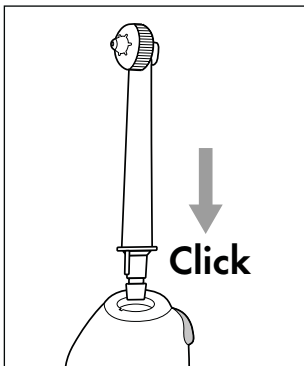

Fig. 2
- ◆ Sæt et børstehoved **2** på håndstykket **4**. Tryk børstehovedet **2** ind i åbningen, indtil du kan høre, at børstehovedet **2** klikker på plads i håndstykket **4**. Sørg for, at tappen for enden af børstehovedet **2** og det tilhørende udsnit i åbningen på håndstykket **4** sidder korrekt (se fig. 2).